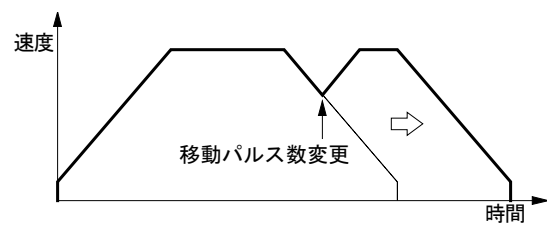
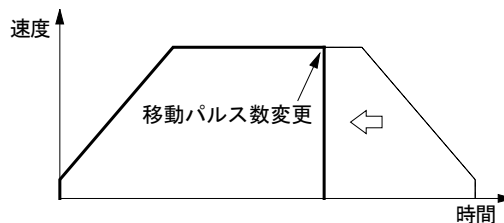

図 2.1-7 減速時の移動パルス数変更
図 2.1-8 出力されたパルスより少ない移動パルス数に変更
加減速でドライブ中、出力パルスの残りが加速時のパルスより少なくなり、減速に入っているときに移動パルス数 (TP) が変更された場合は、再び加速を始めます (図 2.1-7)。また、変更した移動パルス数 (TP) による出力パルス数がすでに出し終えたパルス数より小さい場合は、即停止します (図 2.1-8)。